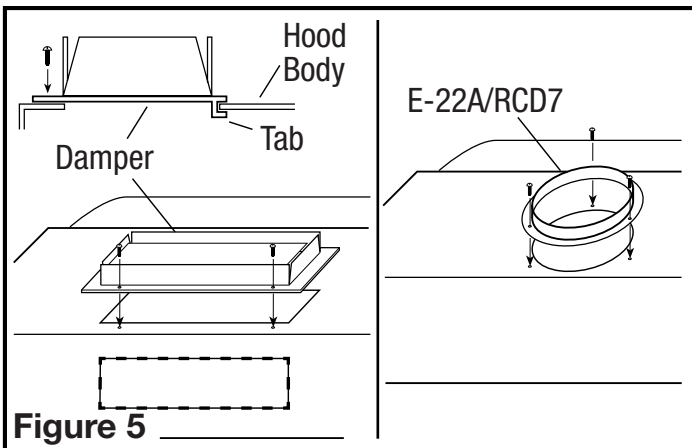

Figure 5
- Pour un conduit vertical ou horizontal de 8,25 x 25,4 cm (3-1/4 po x 10 po), installer l'assemblage de clapet à la hotte en glissant la section à onglets du clapet sous le corps de la hotte et en vissant les deux vis fournies. Pour un conduit rond de 17,78 cm (7 po), fixer soit un clapet modèle E-22A ou RDC7 (non inclus) à la hotte avec les 3 vis fournies (**Figure 5**).